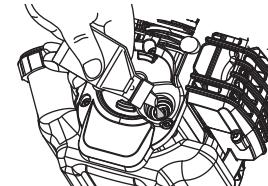

Fig. 16
- Desenrosque la tapa de la botella de aceite y retire el sello de papel que cubre la apertura. Vuelva a colocar la tapa. Corte la punta de la boquilla del embudo (Fig. 16).
- Vierta todo el contenido de la botella de aceite en el cigüeñal (Fig. 16).